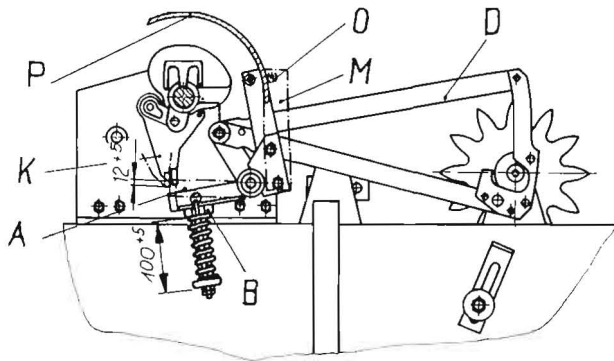

Bild 37
– Bei vollkommen eingedrückter Schaltung liegt die Schaltangel (A) auf dem Anschlag (B). Hierbei muß der freie Durchgang zwischen Schaltangel (A) und Schaltklinke (K) vorhanden sein (Bild 37).